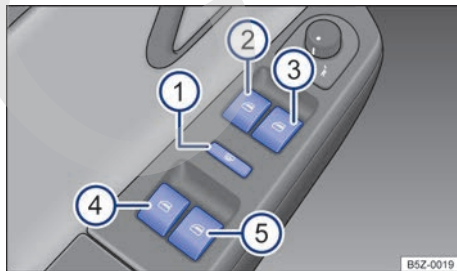

Fig. 33 En la puerta del conductor: teclas de los vidrios eléctricos delanteros.
Leyenda para ⇒ fig. 33:
La tecla de seguridad ⇒ fig. 33 ① desactiva las teclas de los vidrios eléctricos en las puertas traseras. De esta forma, se enciende en la tecla la luz de control amarilla.